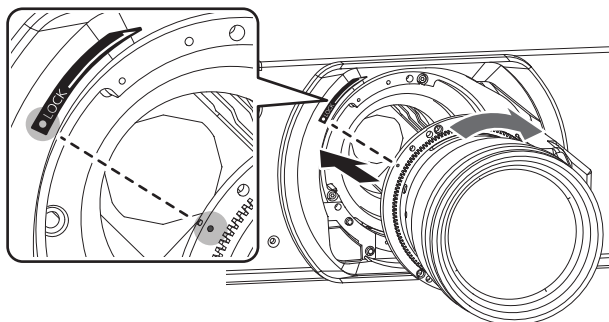

Fig. 1
- 1) **Insérez en alignant la marque de l'objectif de projection (orange) avec la marque sur le boîtier du projecteur (○ à gauche de LOCK), puis tournez dans le sens des aiguilles d'une montre jusqu'au déclic. (Fig. 1)**